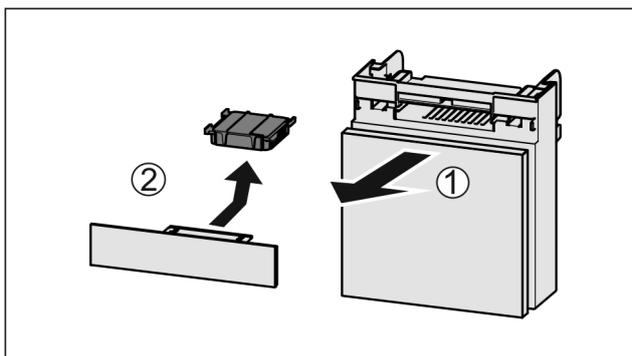

Fig. 109
- ▶ Retire el compartimiento hacia delante Fig. 109 (1).
- ▶ Retire el filtro de carbón activo Fig. 109 (2).